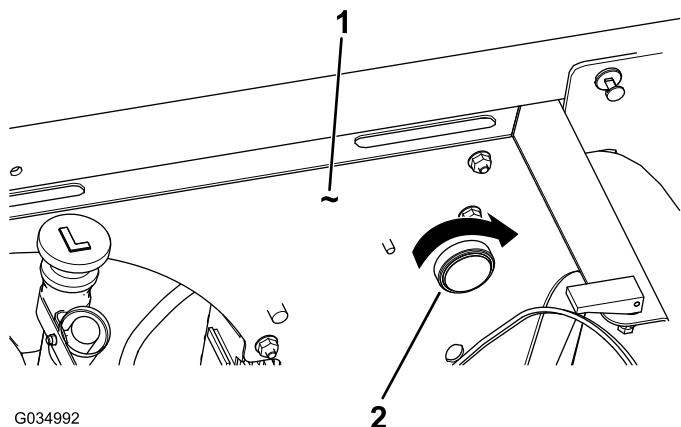

Figura 9
5. Inserite l'allarme nel foro del pannello del telaio posteriore e avvitate il tappo sull'allarme (Figura 9).